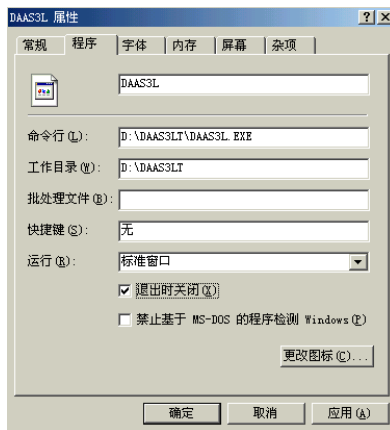

图 3-6
- 7) DAAS3L 图标-右键-属性-程序-出现如图 3-6, 按照图示勾选-退出时关闭-点击-应用;